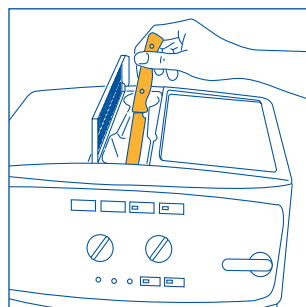

Fig. 20
**NOTA 5:** si al colocar más de una medida de café molido el embudo se atasca, utilice un cuchillo para hacer bajar el café (fig. 20), después quite y limpie el infusor y la máquina como se explica en el párrafo 10.2 "Limpieza del infusor".